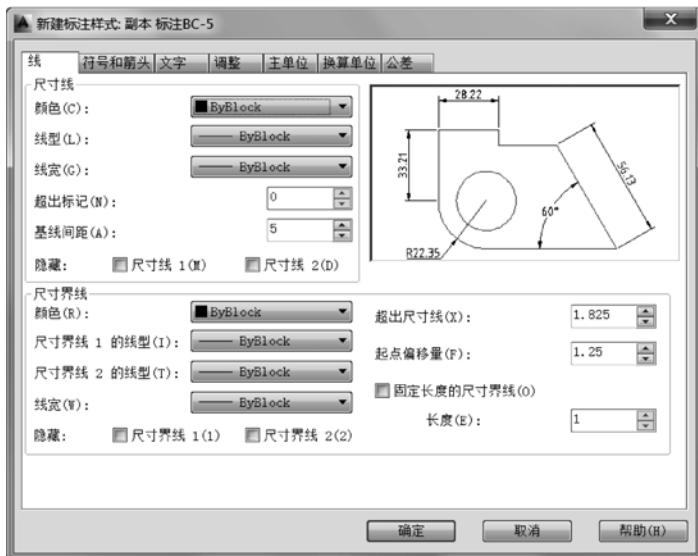

图 5-80 “新建标注样式: ××”对话框
4) 系统弹出如图 5-80 所示的“新建标注样式: ××”对话框。